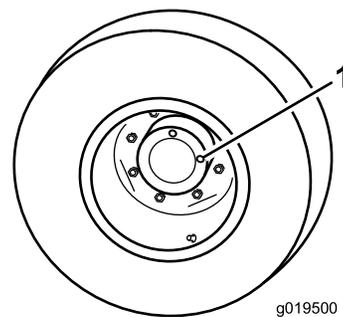

Figura 12
- Con la macchina parcheggiata su terreno pianeggiante, posizionate la ruota in modo che un tappo di controllo (Figura 12) si trovi a ore 12 e l'altro a ore 3.
- Tappo di controllo/spurgo (2)
- Rimuovete il tappo a ore 3 (Figura 12). L'olio deve essere in fondo al foro del tappo di controllo.